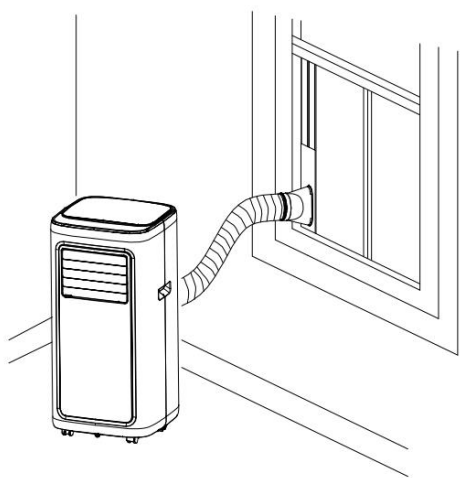
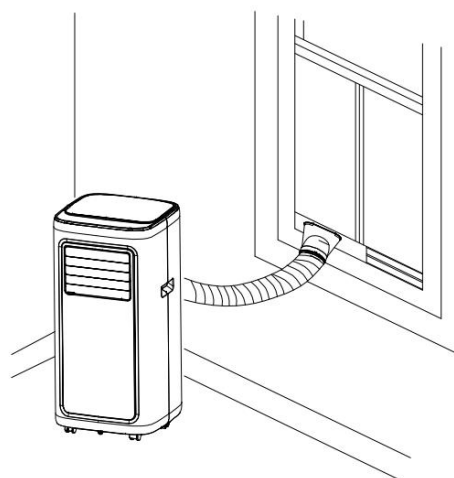

Figure 5
Figure 6
- Allungare il tubo di espulsione dell'aria e collegarlo alla flangia del distanziale del kit finestra come mostrato in Fig.5 e Fig.6